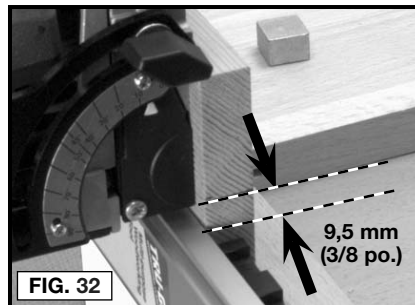

FIG. 32
4. Fixez une règle sur l'ouvrage, à 9,5 mm (3/8 po) vers l'arrière depuis la ligne centrale du joint (comme marqué dans l'étape 2). Fixez l'ouvrage fermement par serre-joints (voir Fig. 32).